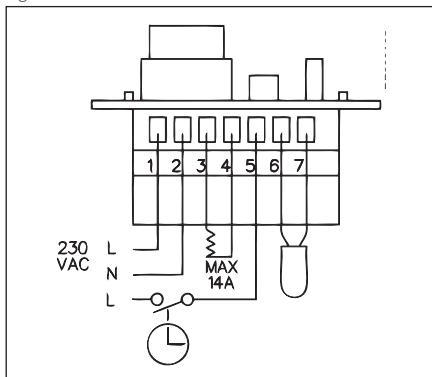

Fig. 3
| Abb. 3. | Tabelle mit Fühlerwerten |
- Fig. 3 Overzicht van voeler waarden.